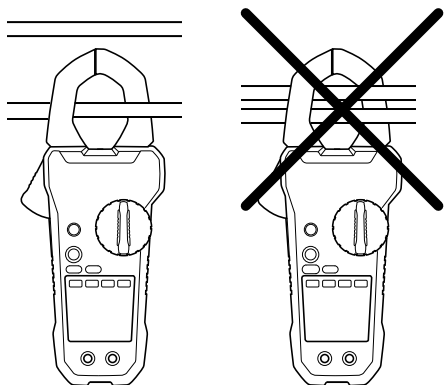

Figura 5.1 Configuración correcta e incorrecta
Al utilizar la mordaza para medir corriente, solo debe conectarse a un único conductor. Consulte la figura 5.1.
3. Pulse el interruptor para abrir la mordaza y colóquela de forma que abarque por completo un único conductor (consulte la figura 5.1). Para obtener resultados óptimos, centre el conductor en la mordaza.